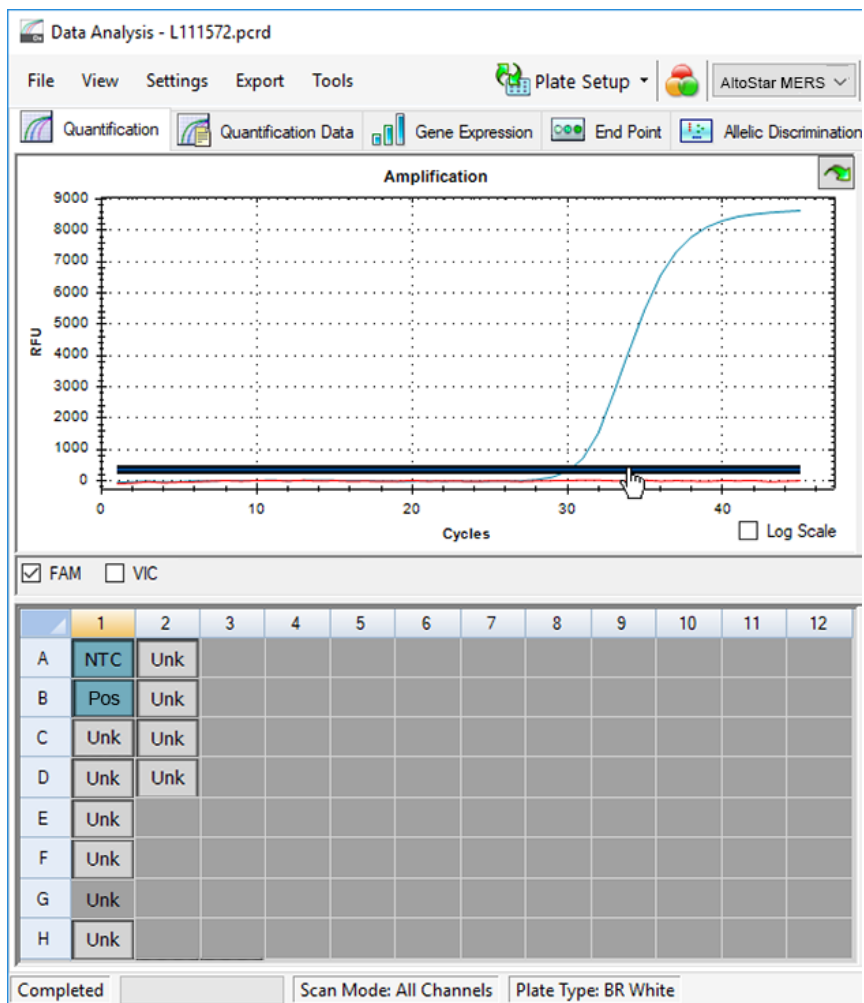

Figure 10: Fenêtre Data Analysis (Analyse des données) : définir le seuil FAM™
5. Sur la gauche de la fenêtre Data Analysis (Analyse des données), décochez la case **VIC** et cochez la case **FAM** pour le canal de détection ciblé du MERS-CoV (voir la figure 10).
- Sélectionnez uniquement les puits contenant le NTC et le PC sur la représentation visuelle de la plaque dans la fenêtre Data Analysis (Analyse des données) (voir la figure 10).
- Faites glisser le seuil situé bien au-dessus du signal du NTC dans la zone exponentielle du signal du PC (voir la figure 10).